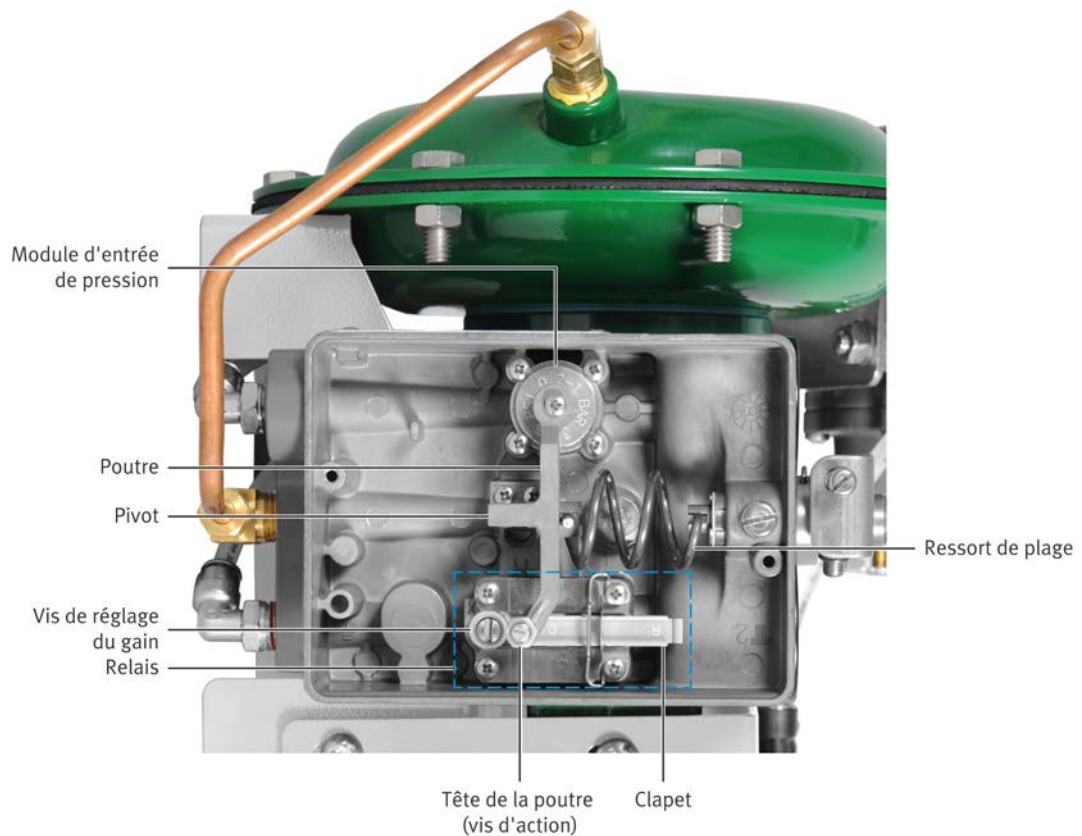

Figure 17 : Vue interne du positionneur.
L'aspect le plus important d'un positionneur réside dans le fait qu'il utilise la rétroaction pour faire correspondre la position réelle de la tige à la position souhaitée. Cette opération est réalisée par une autre partie du mécanisme illustré dans la figure 17 qui s'accouple à la poutre et ajoute son effet à l'action globale. Un levier de rétroaction est fixé à une plaque qui suit à tout moment le déplacement de la tige. Le levier transmet un couple au ressort de plage qui est ensuite relayé à la poutre. Ce couple est proportionnel à l'erreur entre le déplacement de la tige et sa position désirée, et il agit pour forcer la tige vers le point de consigne.
2. Retirez le capot du positionneur. Assurez-vous que le clapet est positionné de manière à ce que la lettre gravée « D » pour directe (et non « R » pour reverse ou inverse) soit la plus proche de la vis de réglage de l'action (voir la figure 17). Lorsque l'action est réglée à directe, la pression de sortie du positionneur augmente à mesure que le signal 4-20 mA envoyé à la vanne augmente. Il s'agit du seul mode d'action pris en charge sur ce modèle.
3. Localisez la vis de réglage du gain, qui se trouve à côté de la vis de réglage de l'action (voir la figure 17). Tournez la vis de réglage du gain complètement en sens horaire (sans forcer la vis !), puis tournez-la de trois tours en sens antihoraire. Cela permet de régler un gain qui est généralement adéquat pour la plupart des configurations.